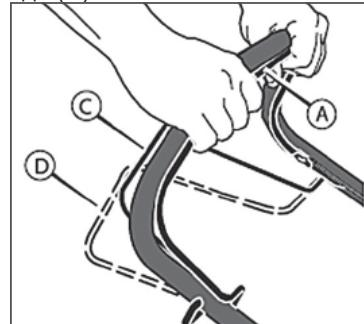

Рис. 11 Положение рычагов остановки двигателя и включения привода хода
1. Удерживайте рычаг остановки двигателя (A) в рабочем положении (Рис. 11). Запустите двигатель.
2. Прижмите рычаг включения привода к рабочей рукоятке в положение С (Рис. 11). Теперь система привода включена, и газонокосилка начнет двигаться вперед.
3. Для выключения только системы привода, отпустите рычаг включения привода (C). В выключенном положении (D), газонокосилка прекратит движение вперед, но двигатель будет продолжать работать, а нож вращаться.
4. Для выключения системы привода и для остановки работы двигателя, полностью отпустите рычаги остановки двигателя (A) и включения привода хода (C).